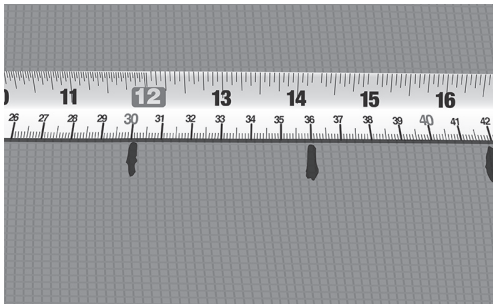

Fig. 5. Markera C-C-avståndet på golvet
- Markera det beräknade C-C-avståndet på golvytan (Fig. 5).